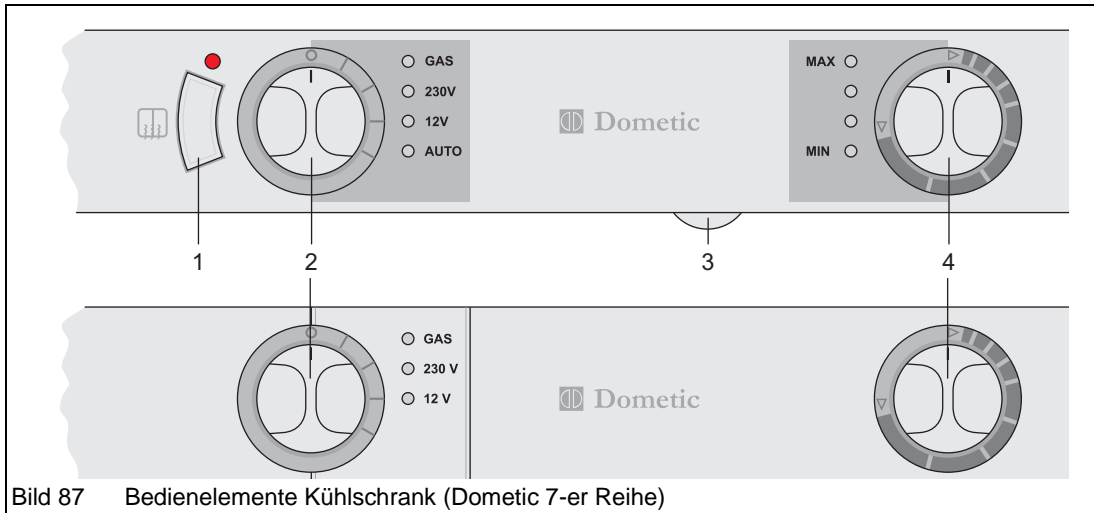

Bild 87 Bedienelemente Kühlschrank (Dometic 7-er Reihe)
- ➔ Schalten Sie die Rahmenheizung mit dem Schalter (Bild 87/1) ein.